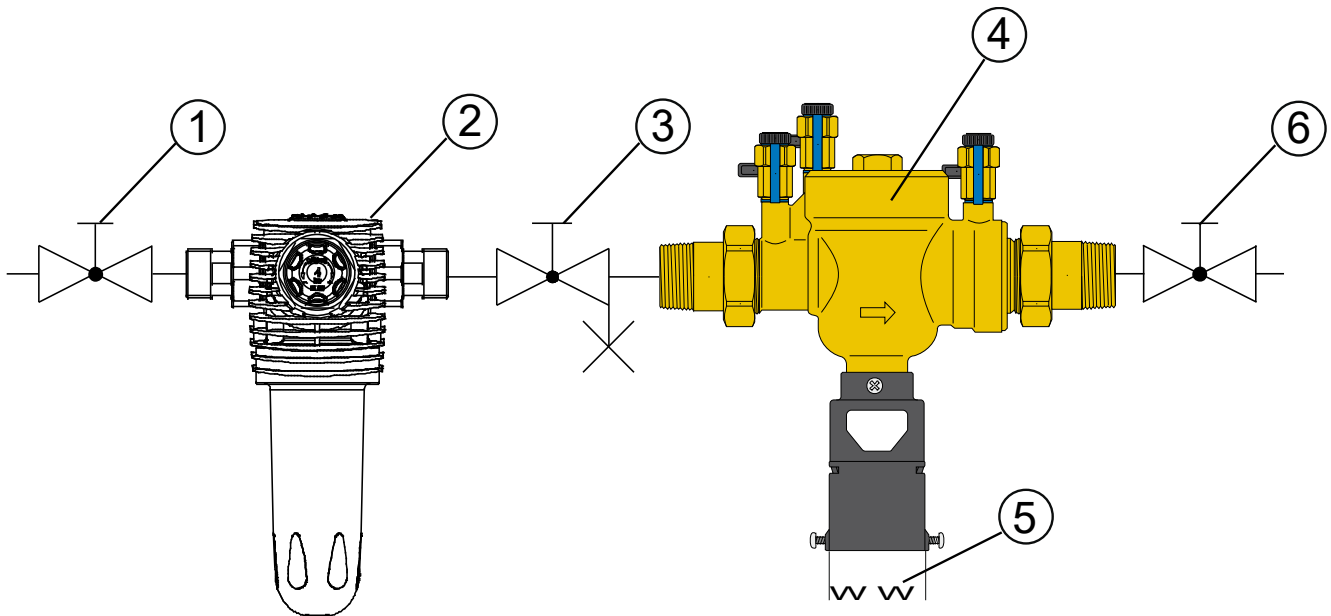

Abb. D-1: Installationsbeispiel Euro-Systemtrenner GENO-DK 2
- Installation entsprechend der Installationszeichnung (Abb. D-1) vornehmen.